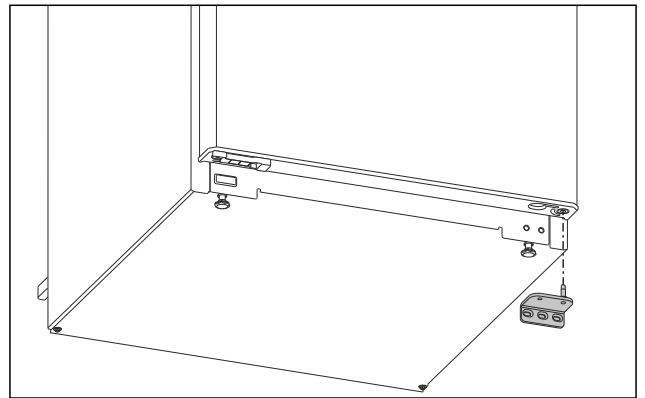

Fig. 7
- ▶ Ota laakerijalusta alaspäin pois. (katso Fig. 7)